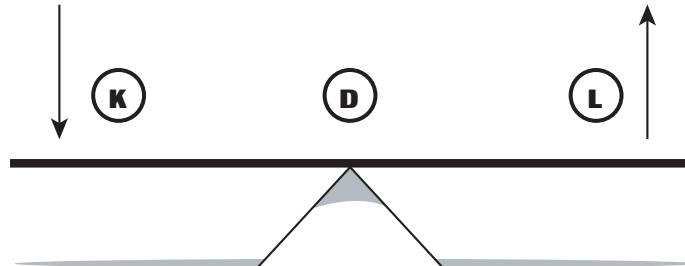

Fig. 3
- (b) Diese Art des Hebels ändert immer die Richtung der Kraft, so dass Kraft und Last sich in entgegengesetzte Richtung bewegen: Druck nach unten auf der einen Seite führt zu einer aufwärts Bewegung auf der anderen Seite. (Fig. 3)